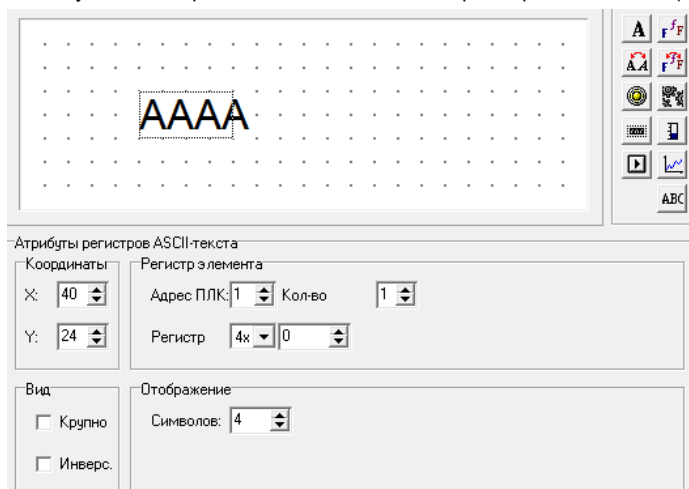

Рис. 4.19. «Линейка»
1. Нажать кнопку . Откроется область задания параметров «линейки» (см. рис. 4.19).